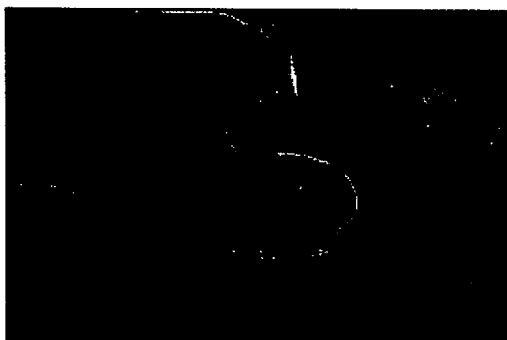

Fig. 5-24: Cerrar la bolsa de aspiración
Cierre luego la boquilla (C) con la caperuza de cierre (L) (Fig. 5-24).